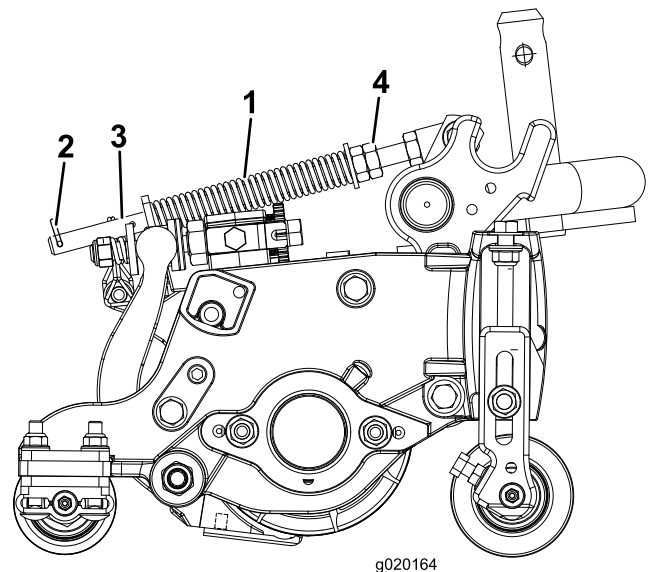

Figura 14
El muelle de compensación del césped (Figura 14) transfiere peso del rodillo delantero al trasero. Esto ayuda a reducir el patrón de ondulación en el césped.
1. Asegúrese de que el pasador de horquilla está instalado en el taladro del extremo de la varilla del muelle (Figura 14).
2. Apriete las tuercas hexagonales del extremo delantero de la varilla del muelle hasta que la longitud comprimida del muelle (Figura 14) sea de 12,7 cm en unidades de corte de 12,7 cm, o de 15,8 cm en unidades de corte de 17,8 cm.